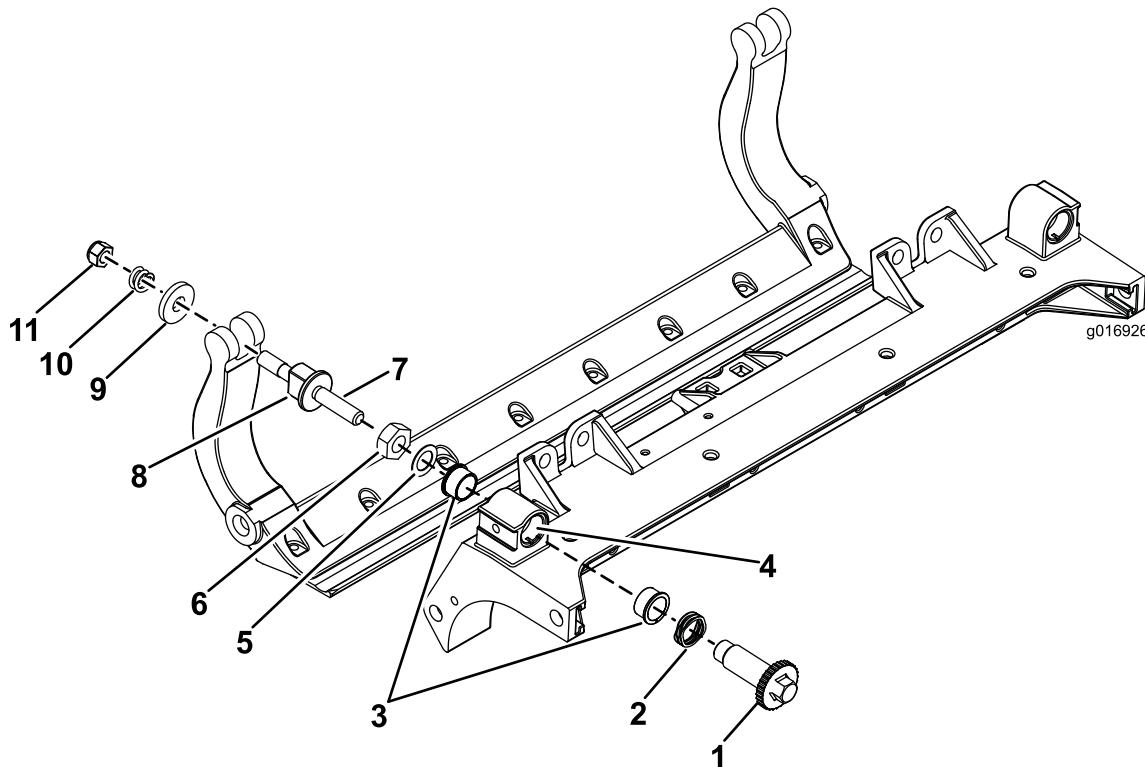

Figura 34
- Retire todas las piezas (consulte las *Instrucciones de instalación* del Kit HD DPA Modelo 120-7230 y Figura 34).
- Aplique antigripante al interior del alojamiento de los casquillos del bastidor central de la unidad de corte (Figura 34).
- Alinee los salientes de los casquillos con brida con las ranuras del bastidor, e instale los casquillos (Figura 34).
- Instale una arandela ondulada sobre el eje del ajustador e introduzca el eje del ajustador en los casquillos con brida del bastidor de la unidad de corte (Figura 34).
- Sujete el eje del ajustador con una arandela plana y una contratuerca (Figura 34). Apriete las tuercas de las ruedas a 20–27 N·m.
12. Coloque una arandela de acero por fuera de cada arandela de nylon (Figura 34).
13. Apriete la tuerca de cada ajustador de la barra de asiento hasta que el muelle de compresión esté comprimido del todo, luego afloje la tuerca 1/2 vuelta (Figura 34).